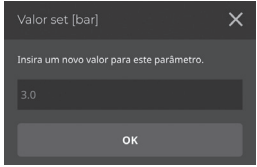

Figura 11 - Parâmetro Valor Set [bar]
11. Entre no parâmetro Valor Set [bar], insira o valor da pressão desejada na unidade de medida de pressão “bar” e pressione OK, conforme Figura 11. Para conversão de unidades, consulte a tabela 11.